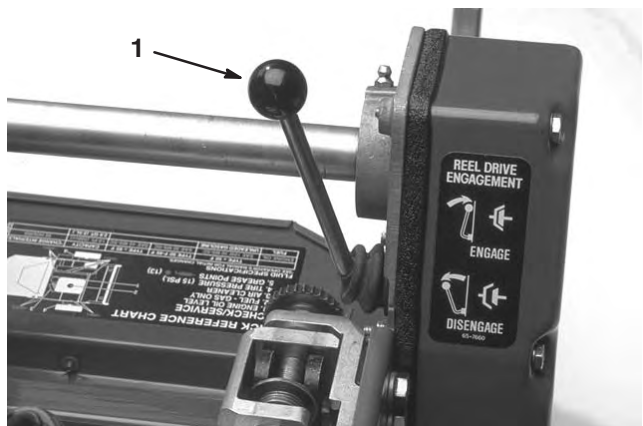

Bild 21
Spindelantriebshebel (Bild 21)
1. Achten Sie darauf, dass sich der Fahrtriebshebel (Bild 20) und der Spindelantriebshebel (Bild 21) in der Stellung „Ausgekuppelt“ befinden.